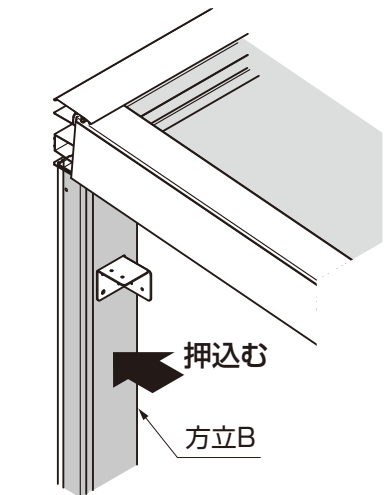

図12-4 妻梁が入りにくい場合
- 妻梁が妻梁金具間で入りにくい場合は、方立Bを躯体側に押込んで調整してください。(図12-4参照)